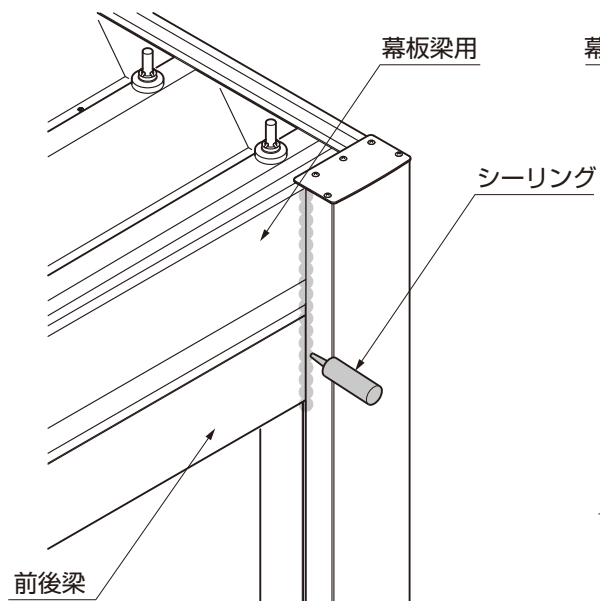

図18-20 端部のシーリング
⑬ 縦樋、前後枠、幕板梁用の接合部にシーリングをしてください。（図18-20、図18-21参照）